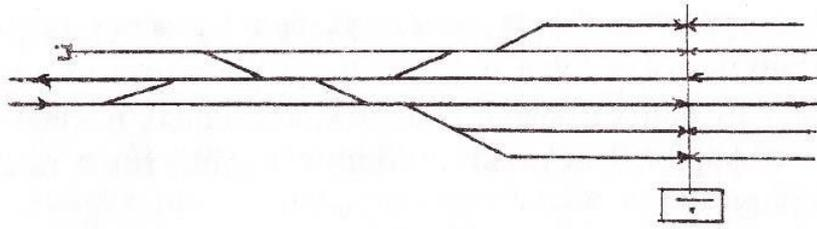

Рис.4
4. На схематическом плане четной горловины станции (рис.4) пронумеруйте пути и стрелки, произведите расстановку изолирующих стыков, входных, выходных и маневровых светофоров. Составьте таблицу основных поездных маршрутов.